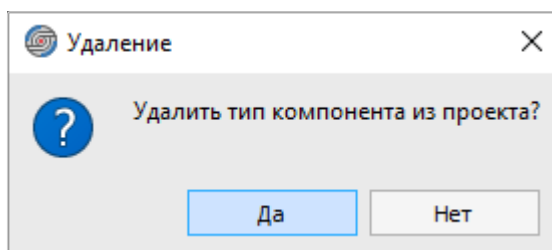

Рисунок 96. Подтверждение удаления типа компонентов
- 5) В появившемся диалоговом окне «Удаление» подтвердить удаление выбранного типа компонентов из проекта, нажав на кнопку «Да». Или нажать на кнопку «Нет» для закрытия окна без удаления типа компонентов (см. рисунок 96).